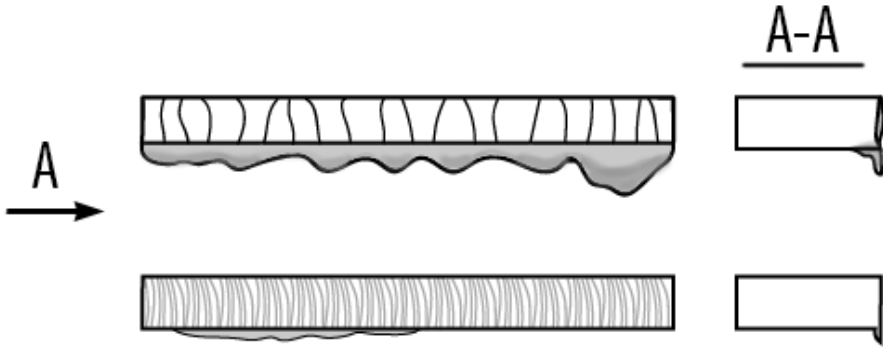

Рис. 8.2. Влияние силы тока и скорости реза.
1. Сила тока и скорость реза (См. рис. 8.2).